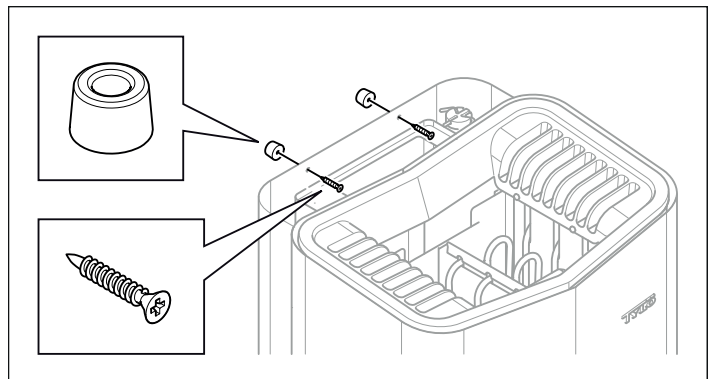

Fig 12: Montera distanserna
10. Montera distanserna mellan aggregatet och väggen (för att hindra aggregatet från att kunna lyftas av) (se Fig 12).